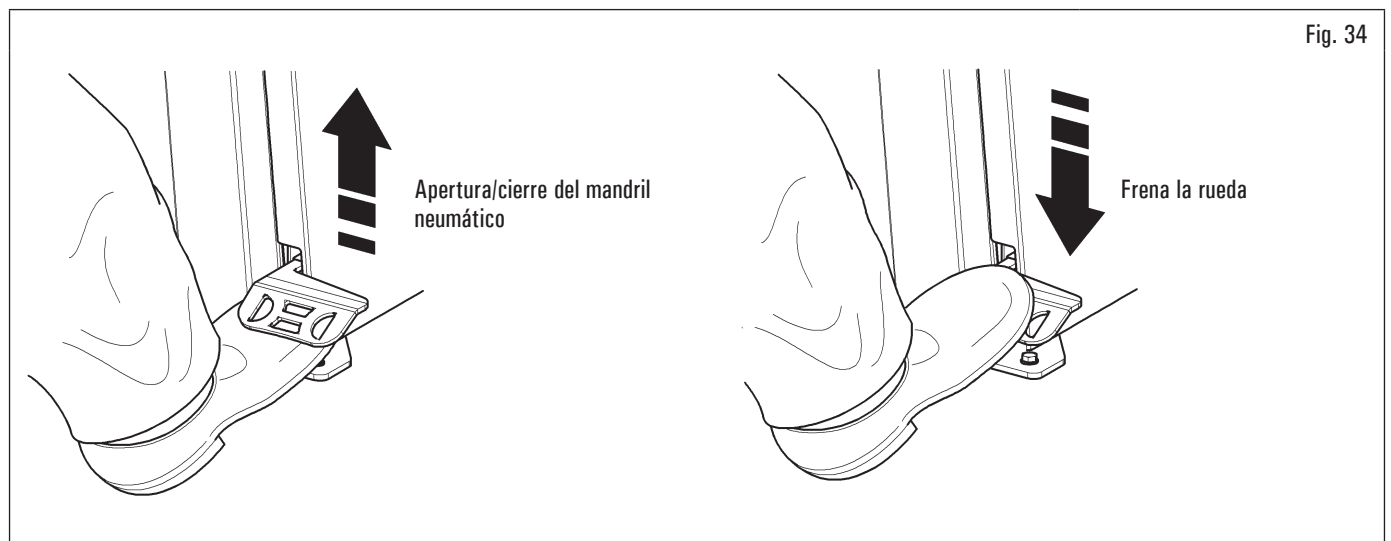

Fig. 34
1. Si el mandril neumático está cerrado, ábralo levantando el pedal específico, véase Fig. 34;